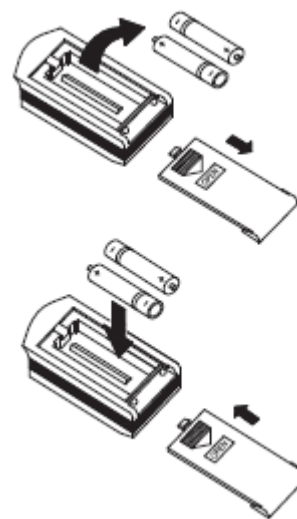

Рис. 3.5
- Для извлечения батареек, при замене, необходимо сдвинуть крышку пульта управления в направлении стрелки (см. рисунок 3.5) извлечь батарейки и установить новые.